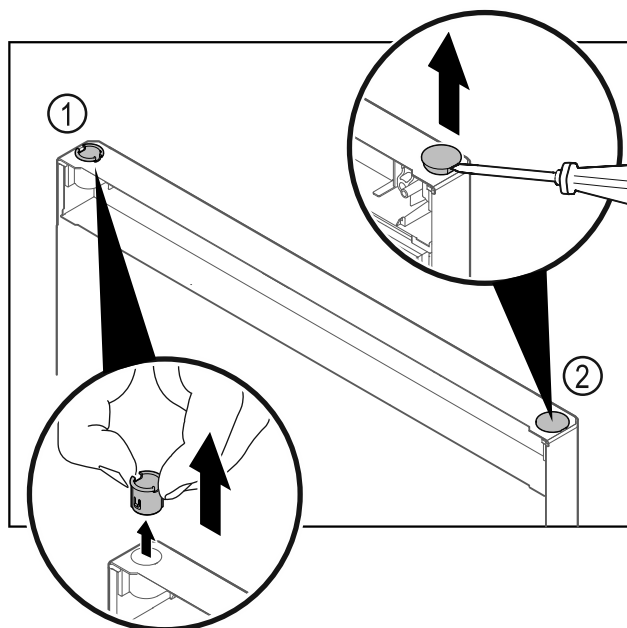

Fig. 14
- Scharnierbuchse Fig. 14 (1) mit den Fingern herausziehen.
- Abdeckstopfen Fig. 14 (2) vorsichtig mit einem Schlitzschraubendreher anheben und herausziehen.